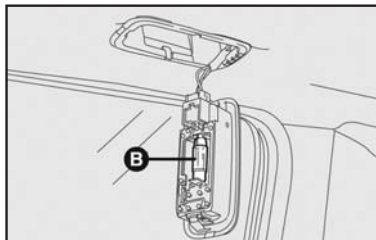

fig. 35
- Substituir a lâmpada **B-fig. 35**, desencaixando-a dos contatos laterais certificando-se de que a nova lâmpada fique corretamente travada entre os mesmos.